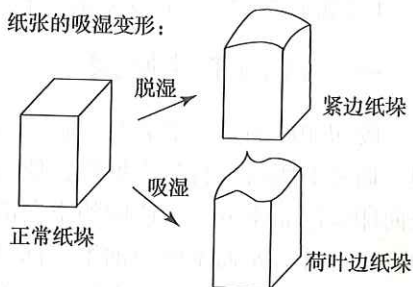

图4-10 纸张变形示意图
(1) 检查纸张。印刷工作人员对所用纸张的克重、幅面大小等是否符合施工单要求进行检查。
(2) 对纸张进行调湿处理。未经过调湿处理的纸张上机印刷时,容易吸收橡皮布滚筒表面的水分而变形;有些纸张在存放期间因保管不当发生纸张变形如产生荷叶边、紧边、卷曲等(见图4-10),不进行调湿处理不能上机。调湿处理的目的是降低纸张对水分的敏感程度,使纸张的含水量均匀并且与印刷环境温湿度相平衡,以保持纸张尺寸的稳定,从而使纸张适合印刷的要求,提高套印精度。